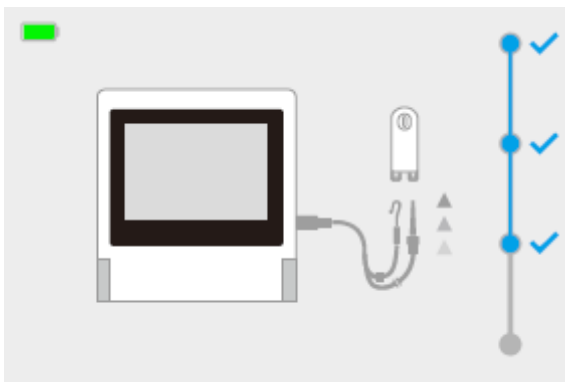

Рис. 30 Подключение держателя файлов и загубника к тестеру
- Подключите держатель файлов и загубник (или второй держатель файлов) к контактным полоскам тестера, как показано на рисунке (Рис. 30).